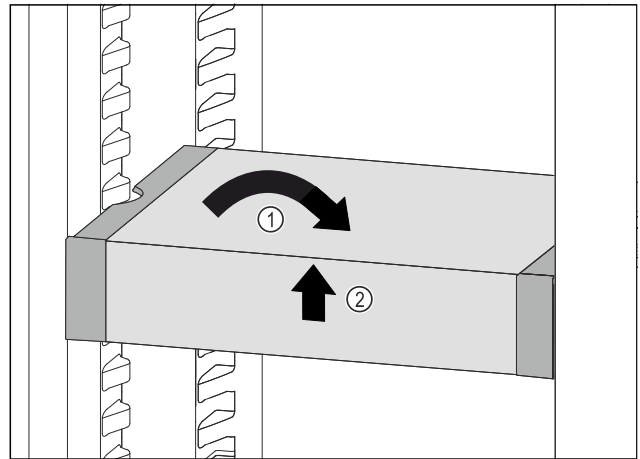

Fig. 91
- VarioSafe gerade stellen. Fig. 91 (1)
- VarioSafe vorne anheben. Fig. 91 (2)